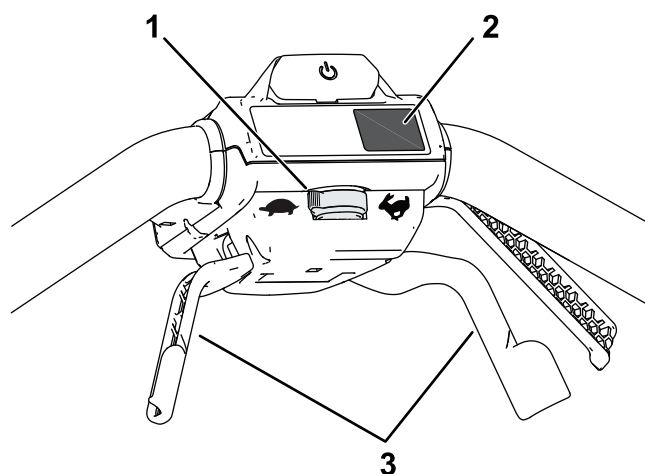

Figure 12
- Pour régler la vitesse d'autopropulsion, réglez la commande de vitesse à la position voulue (Figure 12).
- Pour engager l'autopropulsion, serrez et maintenez les manettes de commande d'autopropulsion contre le guidon (Figure 12).
Appuyez sur le bouton MAX sous le bouton de démarrage pour régler la vitesse de la machine sur MAX (Figure 12).